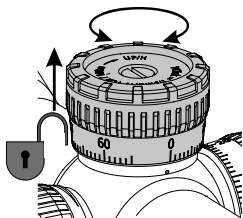

图2
通过根据距离调节瞄准望远镜的瞄准线，对子弹下降距离进行补偿。**为了防止意外调节，只能在拔出旋钮时才能旋转 ASV (图 2)。**ASV 的调节旋钮 (1) 在交付时配有一个中性环。刻度线到刻度线的距离为 1 卡位，即在 100 m 上移动 1 cm。每隔十条刻度线标有一个数字 (ASV+ : 0-60, ASV-LR : 0-90, ASV-ALR : 0-130)。
若要补偿子弹下降距离，则需将 ASV+ / ASV-LR / ASV-ALR 的旋钮从锁止位中向上提起，并将其调节到所需距离 (图 2)。